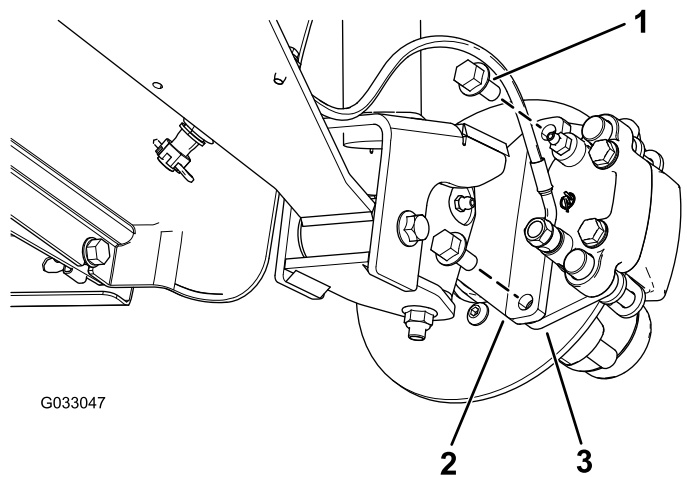
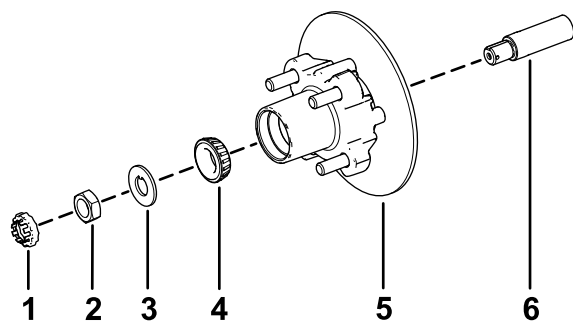

Figura 30
Figura 34
3. Îndepărtați uruburile cu guler ($\frac{3}{8} \times \frac{3}{4}$ ") care fixează suportul pentru ansamblul frânei pe ax i separați frâna de ax (Figura 30).
- Aplicai un strat subire de lubrifiant specificat pe ax (Figura 34).
- Montai butucul i rotorul pe ax, cu rotorul în interior (Figura 34).
- Montai rulmentul exterior pe ax i aezai rulmentul pe calea de rulare exterioră (Figura 34).
- Montai aiba de sigurană pe ax (Figura 34).
- Înfiletai piulia pe ax i strângei-o la un cuplu de 15 N·m, în timp ce rotii butucul pentru a fixa rulmentul (Figura 34).
2. Aliniați plăcuțele de frână de o parte i de alta a rotorului (Figura 30) i orificiile din suportul etrierului cu orificiile din suportul de frână al cadrului axului (Figura 34).
3. Fixați suportul etrierului pe cadrul axului (Figura 30), utilizând cele 2 uruburi cu guler ($\frac{3}{8} \times \frac{3}{4}$ ").